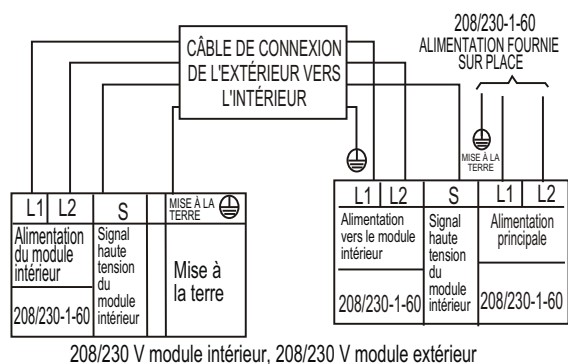

Fig. 14 – Schémas de connexion capacités 9 000 et 12 000
- Ouvrez complètement le côté basse pression du manomètre du collecteur (voir fig. 14).